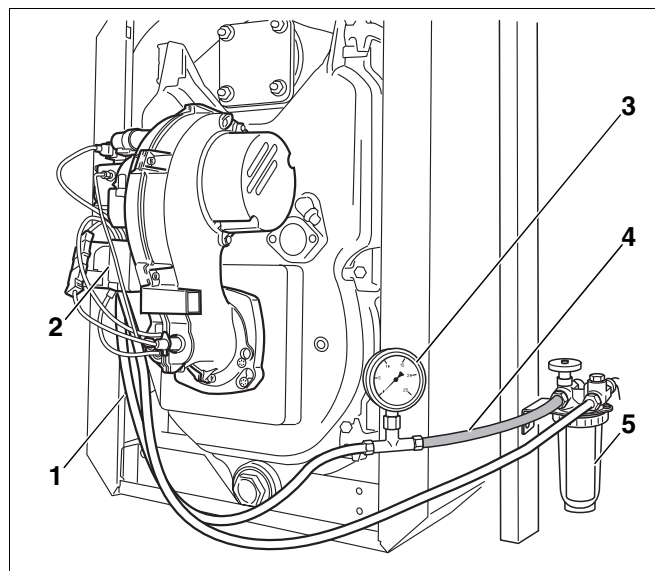

Abb. 14 Ölfilter, Vakuummeter und transparenter Schlauch
- Vakuummeter (Abb. 14, **Pos. 3**) mit transparentem Schlauch (Abb. 14, **Pos. 4**; Zubehör), wie in Abbildung 14 dargestellt, zwischen Ölfilter (Abb. 14, **Pos. 5**) und Ölansaugleitung (Abb. 14, **Pos. 1**) montieren.
- Ölfeuerungsautomat (Abb. 14, **Pos. 2**) vom Sockel abziehen.
- Blasenfreiheit des angesaugten Öls über den transparenten Schlauch (Abb. 14, **Pos. 4**) kontrollieren.
- Ölabsperrhahn am Ölfilter (Abb. 14, **Pos. 5**, Seite 21) schließen und transparenten Schlauch (Abb. 14, **Pos. 4**, Seite 21) mit Vakuummeter (Abb. 14, **Pos. 3**, Seite 21) demontieren.
- Ölsaugleitung (Abb. 14, **Pos. 1**, Seite 21) an den Filteranschluss des Ölfilters (Abb. 14, **Pos. 5**, Seite 21) anschrauben.
- Ölabsperrhahn am Ölfilter (Abb. 14, **Pos. 5**, Seite 21) öffnen.